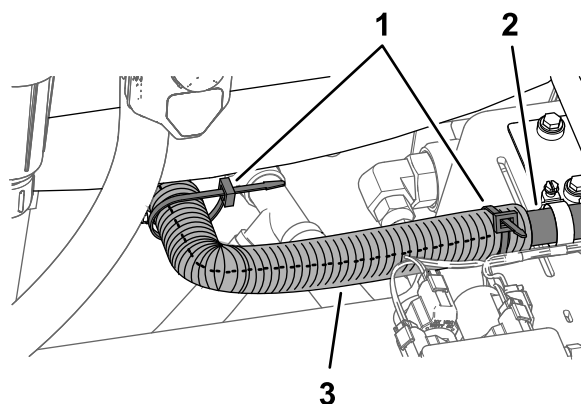

Figura 31
- Montate il tubo corrugato diviso sul flessibile di 43,3 cm tra il serbatoio di lavaggio e la pompa del serbatoio di lavaggio e fissate il tubo con 2 fascette per cavi (Figura 31).